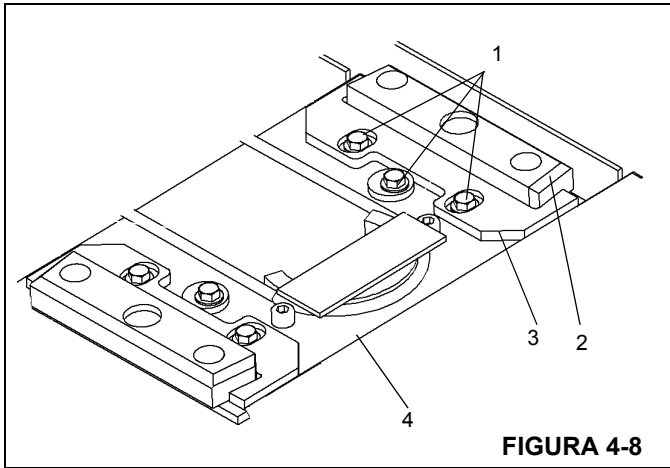

FIGURA 4-8
7. Remova os parafusos, as arruelas e as arruelas de deslocamento (1) que fixam cada placa de desgaste ajustável superior traseira (2). Remova as placas de desgaste, as placas de retenção (3) e os parafusos da parte superior da seção intermediária externa (4) Figura 4-8.